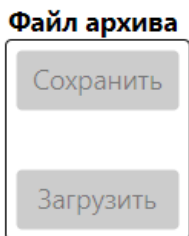

Рисунок 21 — Область «Файл архива»
3.3.24 Для сохранения архива измеренных значений в файл, нажмите кнопку «Сохранить» в области «Файл архива», для загрузки архива из файла — кнопку «Загрузить» (см. рисунок 21).